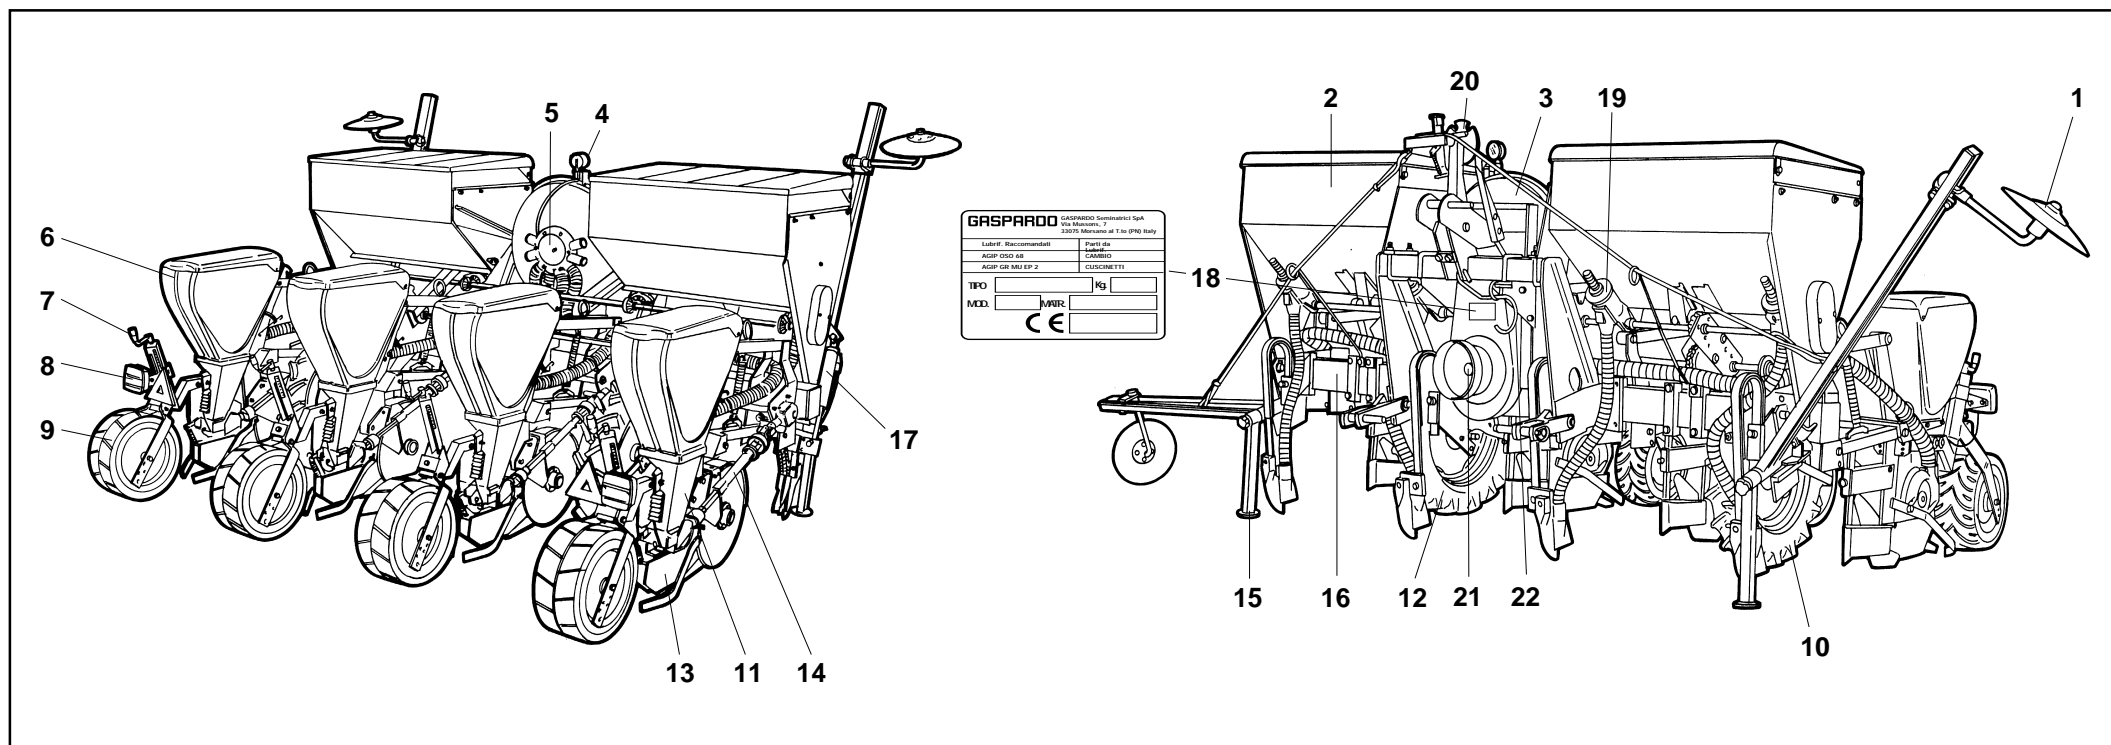

Fig. 2
paranco o grù idonei e di sufficiente portata. Questa operazione, per la sua pericolosità, è necessario venga eseguita da personale preparato e responsabile. La massa della macchina è evidenziata nella targhetta di identificazione (18 Fig. 2).
Ogni singola attrezzatura, è dotata di una targhetta di identificazione (18 Fig. 2), i cui dati riportano:
*danger involved, this operation should be carried out by trained and responsible personnel. The mass of the machine is on the identification Plate (18 fig. 2).*
*Each single piece of equipment, is equipped with an identification plate (18 fig. 2), which bears:*
bestimmten Anschlusspunkten durch geeigneten Aufzug oder Kran mit ausreichender Tragkraft gehoben werden. Diese gefährliche Arbeit muss absolut durch geschultes und haftendes Personal ausgeführt werden. Das Maschinengewicht kann dem Identifizierungsschild (18 Abb. 2) entnommen werden. Zum Ausrichten der Maschine das Seil spannen.
Jedes einzelne Gerät ist mit einem Identifizierungsschild (18 Abb. 2) ausgestattet, mit folgenden Angaben:
*En cas de manutention de la machine, soulever celle-ci en la fixant aux crochets spéciaux par un palan ou une grue appropriés ayant une capacité suffisante. Cette opération, qui est dangereuse, sera effectuée par un personnel expert et responsable. La masse de la machine apparaît dans la plaque d'identification (18 Figure 2). Tendre le câble pour niveler la machine.*
*Chaque équipement est doté d'une plaque d'identification (18 Figure 2) dont les données indiquent:*
En caso de manipulación de la máquina, se precisa elevar la misma enganchándola a los ganchos al efecto mediante aparejo o grúa idóneos con suficiente capacidad. Esta operación, debido a su peligrosidad, deberá ser realizada por personal capacitado y responsable. El peso de la máquina está indicado en la plaqueta de identificación (18 Fig. 2).
Cada equipo está provisto de una tarjeta de identificación (18 Fig. 2), en la que se encuentran: